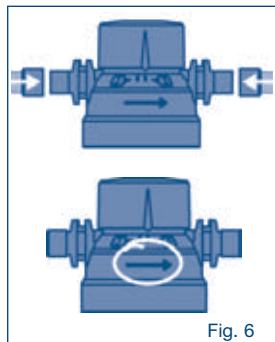

Fig. 6
2. Tenha em atenção o sentido do fluxo correcto (ver fig. 6)